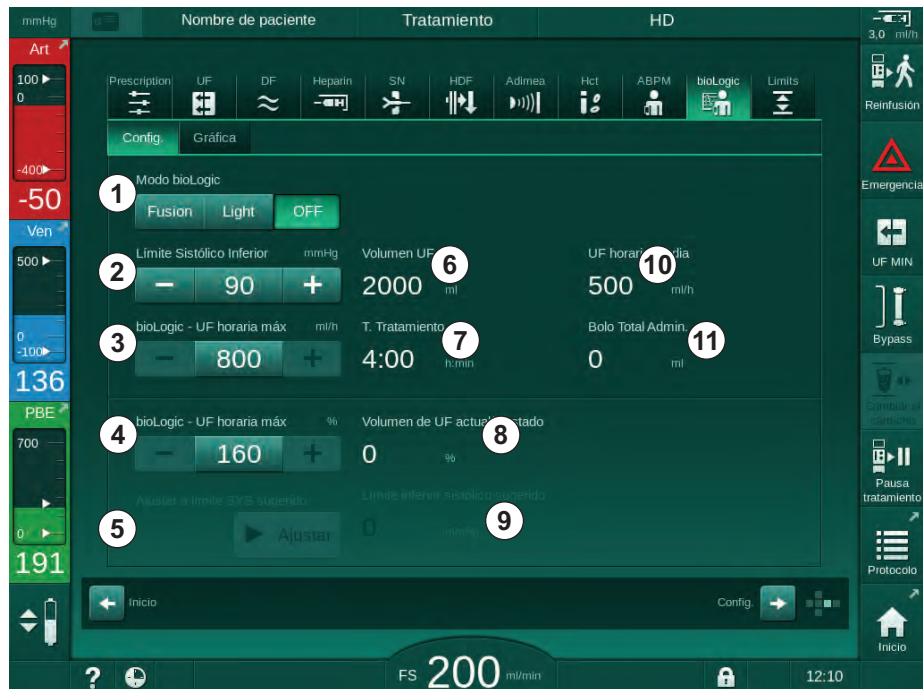

Fig. 11-22 Pantalla de ajustes de bioLogic Fusion
Cuando se activa el SLL sugerido se acepta el valor ⑨ en Fig. 11-22. De forma opcional, el límite inferior sistólico se puede ajustar en la posición ② .
1. Para activar bioLogic Fusion o bioLogic Light, pulsar el icono *Fusion* o *Light* en el recuadro del grupo *Modo bioLogic* (Fig. 11-22, ①).